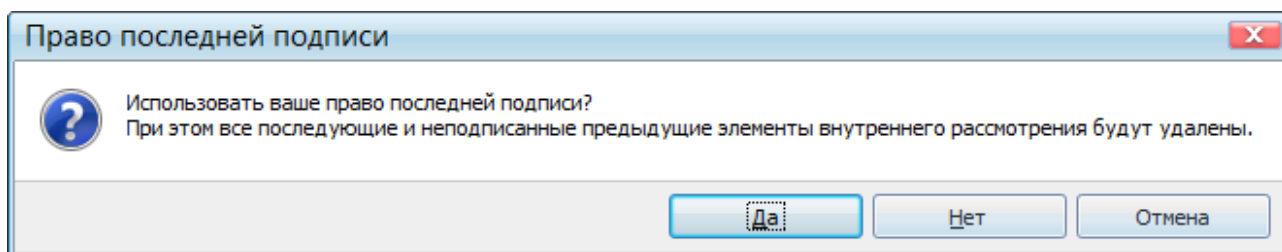

Рисунок 16.32 – Диалоговое окно «Право последней подписи»
- «*Отображать диалоговое окно*». При выборе данного условия при подписании заявки пользователем, наделенным правом последней подписи, отображается диалоговое окно (Рисунок 16.32). Подробное подписание заявки с правом последней подписи приведено в разделе «12.12 Рассмотрение заявки пользователем с правом последней подписи».